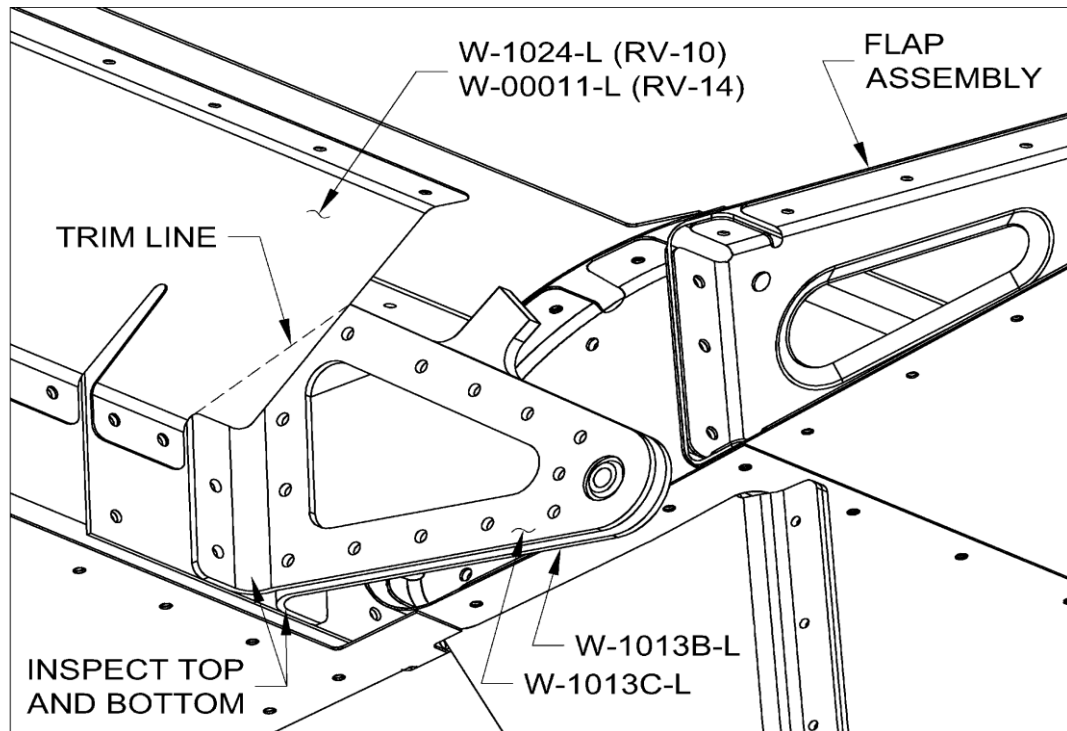

FIGURA 2: Inspecionar o suporte da dobradiça do aileron
Passo 2 (modelos RV-10 e RV-14 somente): Para ter acesso ao topo da peça W-1013C – Suportes Laterais da Dobradiça do Aileron, remova o Aileron da Asa, como instrução nos Passos 3 e 4, então ajuste o canto da peça W-1024 / W-00011 – Espaçador da Carenagem do Aileron, ao longo da **Linha de Ajuste** mostrada na Figura 2.